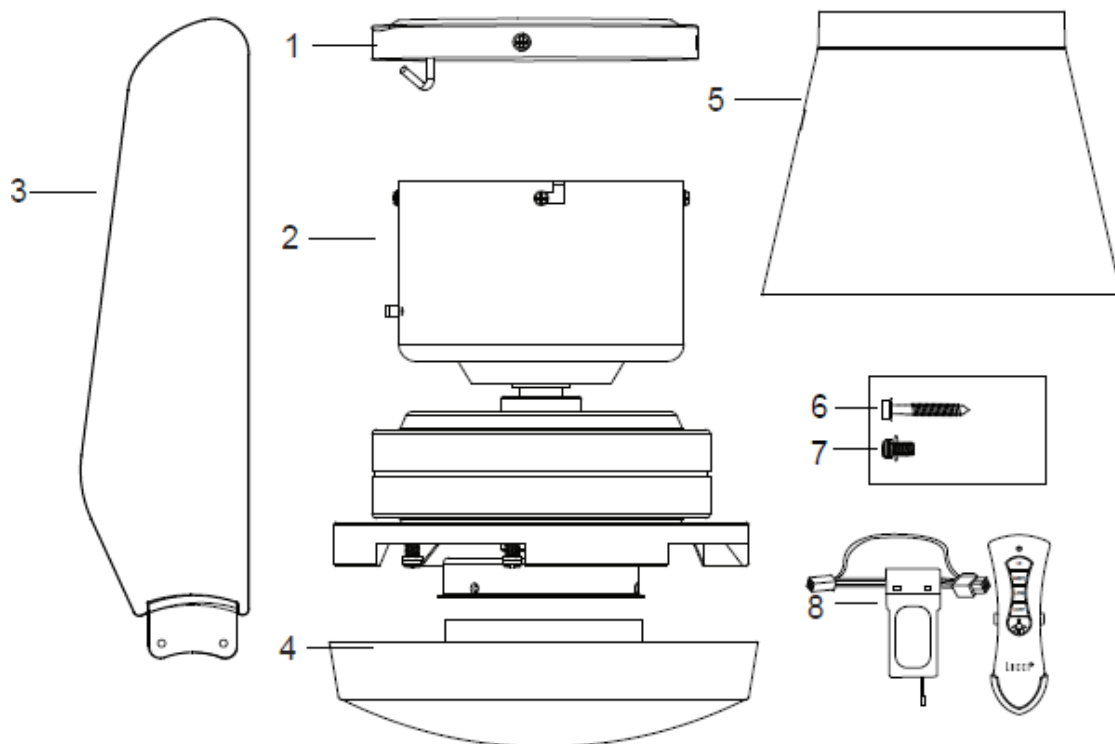

Fig. 1
- Bestudeer alle onderdelen en je zou de volgende lijst en Fig.1 moeten hebben: